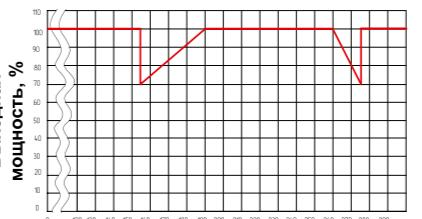

Рис. 2
9.1.1. Суммарная полная мощность всех подключаемых к ИБП потребителей не должна превышать величины 70% максимальной или 100% номинальной длительной мощности прибора, только если входное напряжение сети находится в пределах от 190В до 260В в режиме стабилизатора. При возможном изменении входного напряжения в пределах от 160В до 270В суммарная полная мощность всех подключаемых к ИБП потребителей не должна превышать величины 50% от максимальной мощности прибора. При возможном изменении входного напряжения в пределах от 140В до 270 В следует руководствоваться зависимостью на рис. 2 при определении максимальной мощности нагрузки. Невыполнение данного требования может привести к частому нежелательному срабатыванию средств защиты от перегрузки блока стабилизатора в составе ИБП с отключением потребителей электропитания, а также к сокращению срока службы изделия и его преждевременному выходу из строя.